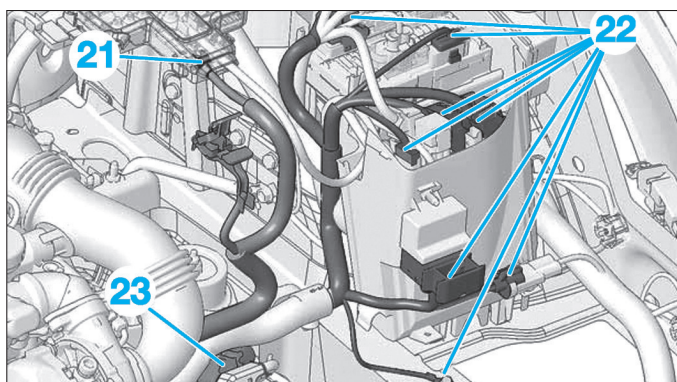
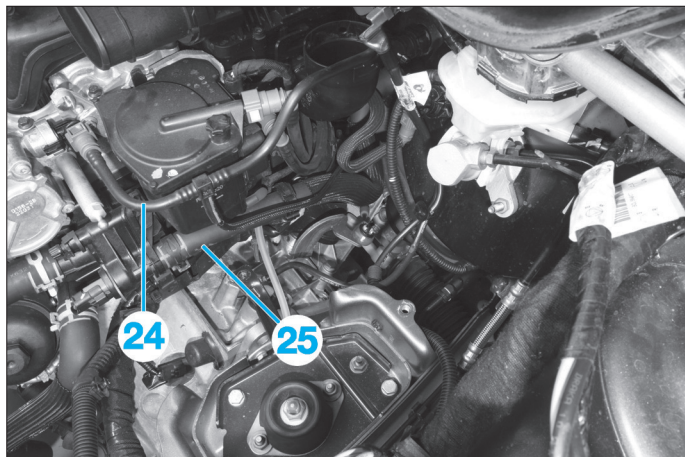

Fig. 93
Fig. 94
- le faisceau de batterie (21) (Fig.93),
- le faisceau moteur (22),
- le faisceau de boîte de vitesses (23),
- le tuyau à dépression (24) (Fig.94),
- la durit (25),